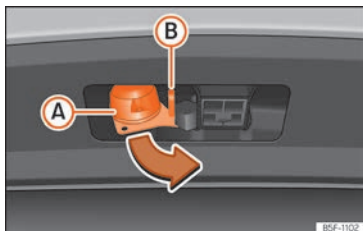

Fig. 263 Girar el conector de 13 polos
- Agarre el conector de 13 polos por la zona **A** y extráigalo en el sentido de la flecha »» fig. 263.
- Agarre el conector de 13 polos por la zona **A** e introdúzcalo en el sentido contrario al de la flecha »» fig. 263.
El ojal de seguridad **B** »» fig. 263 sirve para enganchar el cable de retención del remolque.